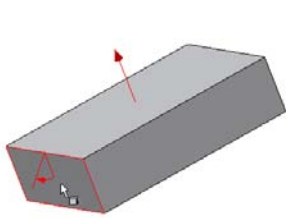

图 3-46 拔模方向预览
(2) 在右侧的【拔模斜度】选项中输入要进行拔模的斜度，可是正值或负值。
(3) 选择要进行拔模的平面，可选择一个或多个拔模面，注意拔模的平面不能与拔模方向垂直。当鼠标位于某个符合要求的平面时，会出现效果的预览，如图 3-46 所示。